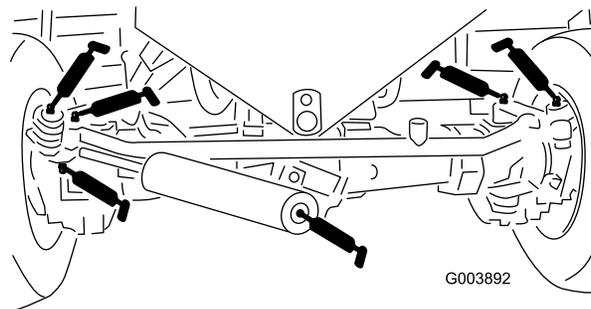

図 45
- ・ 後アクスルのタイロッド 2 か所 (図 45)
- ・ ステアリング・シリンダのボール・ジョイント 2 か所 (図 45)
- ・ 昇降アームのピボット 2 か所 (図 45)
- ・ 後アクスルのピボット 2 か所 (図 45)